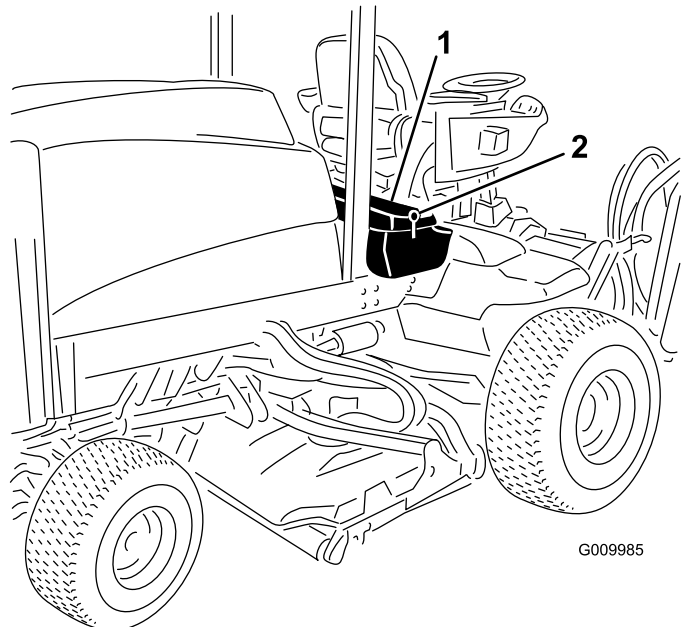

Figura 36
1. Sbloccate e sollevate il pannello comandi dell'operatore (**Figura 36**).